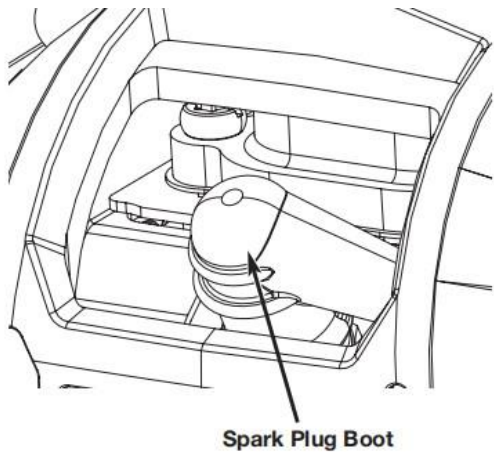

Fig. 14
- 2) Fassen Sie den Zündkerzenstecker fest an und ziehen Sie ihn von der Zündkerze ab (Abb. 14).